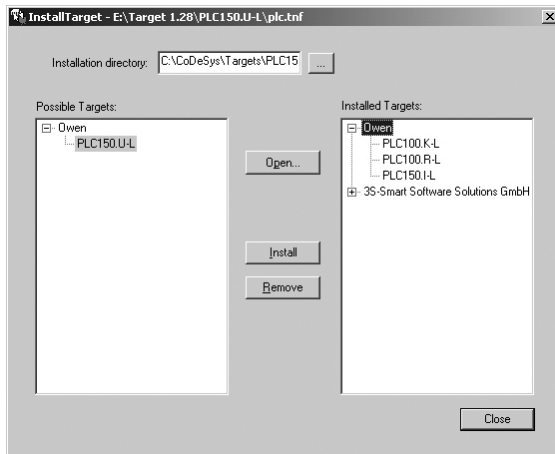

Рисунок 6.1 - Окно «InstallTarget» утилиты InstallTarget
- В открывшемся при запуске утилиты **InstallTarget** окне (рисунок 6.1) – нажать кнопку Open и указать путь доступа к инсталлируемому Target-файлу (имеющему расширение ***.tnf**, Target Information File). Target-файлы контроллеров ОВЕН ПЛК100 находятся на компакт-диске, поставляемом с контроллером, в папке «Target» или могут быть скачаны с сайта www.owen.ru. При скачивании с сайта папку с Target-файлами надо разархивировать и сохранить на жестком диске ПК.